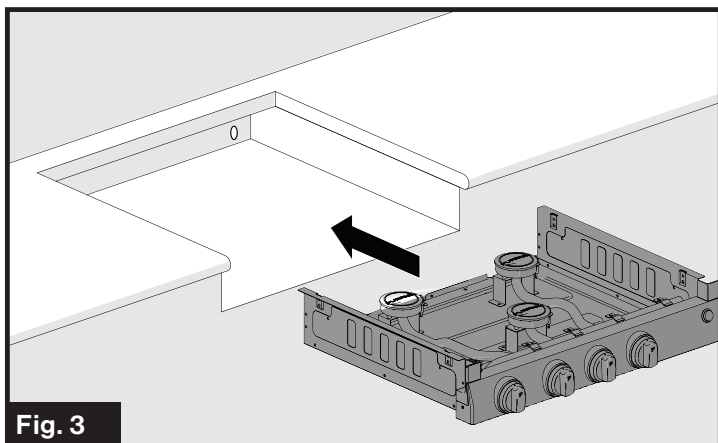

Fig. 3
4. Deslice el anafe en la abertura del armario. Verifique que el anafe esté nivelado de lado a lado y de adelante hacia atrás. (Fig. 3)